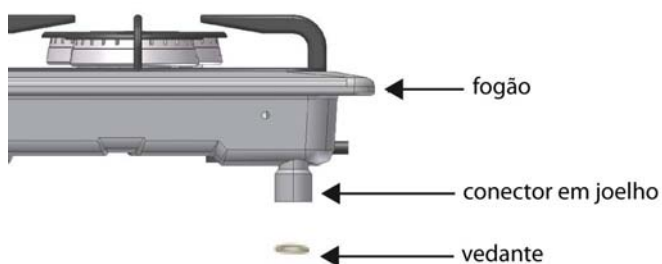

Fig. 8
- A placa foi concebida para utilização com o gás e pressão indicados na chapa de classificação. A placa está equipada com um conector em joelho e um vedante (Fig. 8).